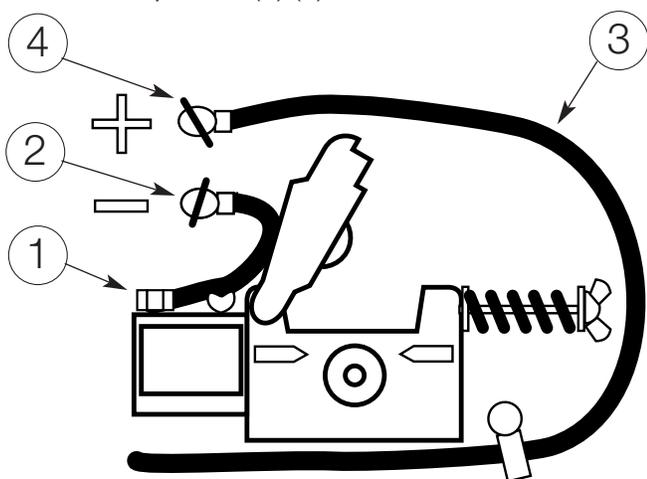

FIGURE A.4
5. Pour l'Innershield uniquement : Se reporter à la figure A.4. Pour obtenir la polarité négative (nécessaire pour le procédé Innershield), connecter le câble court fixé au bloc connecteur (1) à la borne de sortie négative (-) (2) et le câble de retour (3) à la borne positive (+) (4).